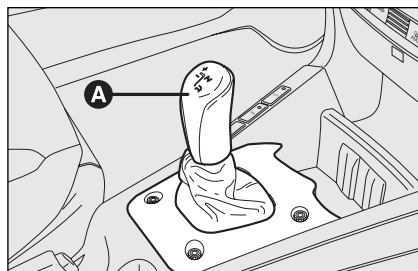

fig. 8
Agindo na alavanca de comando **A-fig. 8**, de tipo flutuante de “única posição central estável”, é possível pedir o aumento/diminuição da relação de marcha engatada e/ou o engate da marcha-atrás (R) ou da posição de ponto morto (N).